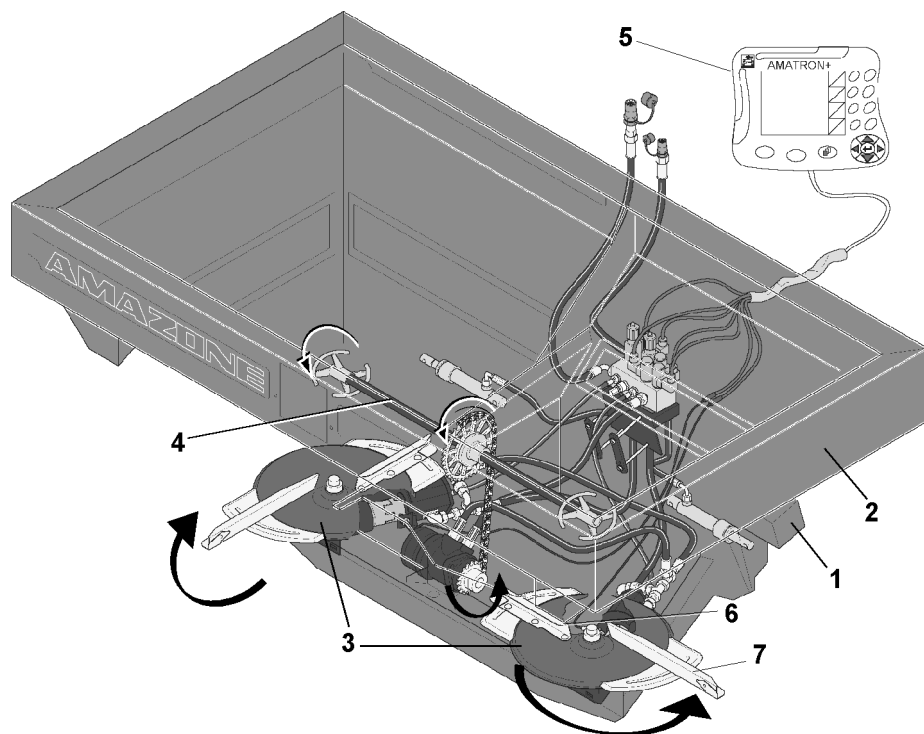

Fig. 2
- Ram (Fig. 2/1)
- Behållare (Fig. 2/2)
- Omnia-Set spridartallrikar (Fig. 2/3),
(Fig. 2/3) och omrörare (Fig. 2/4)
AMATRON⁺ (Fig. 2/5)
Centrifugalspridaren **AMAZONE ZA-M Hydro** är utrustad med två trattformiga behållare och utbytbara spridartallrikar (Fig. 2/3). Dessa spridartallrikar roterar mot varandra, inifrån och utåt, sett i körriktningen, och är vardera försedda med en kort (Fig. 2/6) och en lång spridarvinge (Fig. 2/7).